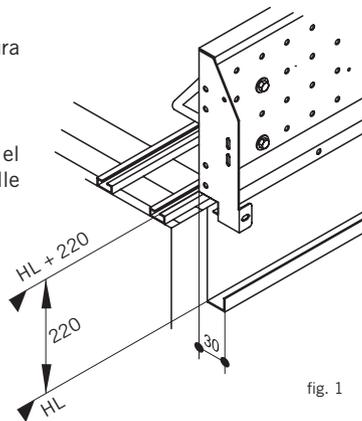

fig. 1
- 2° Situar la base del operador 220mm. por encima de la altura libre de la cabina (fig.1).